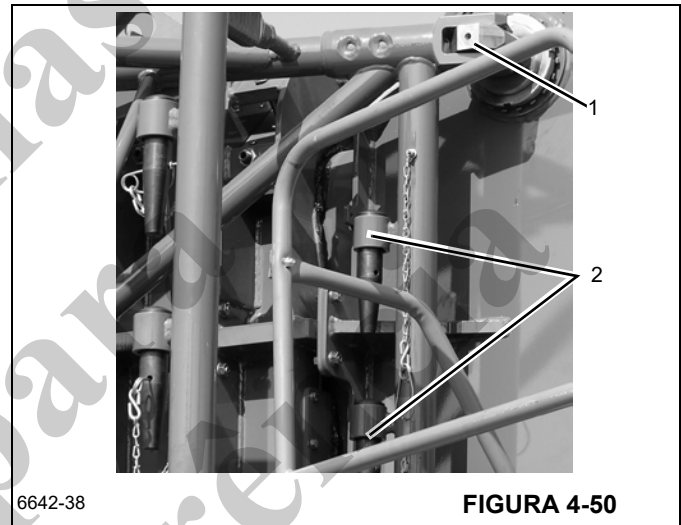

FIGURA 4-50
13. Remova os pinos dos olhais do lado direito da extremidade da lança (1, Figura 4-50). Armazene os pinos nos suportes de pinos (2) da extensão da lança e instale os grampos de retenção .